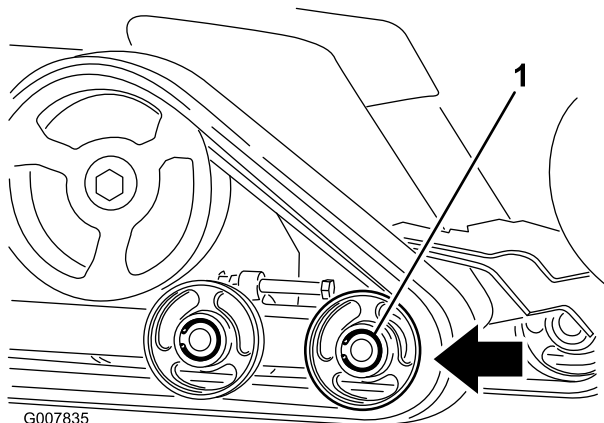

Figura 49
6. Spingete indietro la ruota anteriore non motrice quanto più possibile (Figura 49).
8. Dopo avere liberato il cingolo dalla ruota non motrice, toglietelo dalla macchina (Figura 49).
9. Avvolgete il nuovo cingolo iniziando dalla ruota conduttrice e controllando che i denti del cingolo si posizionino tra i distanziali della ruota stessa (Figura 49).
10. Spingete il cingolo sotto le ruote non motrici (Figura 49).